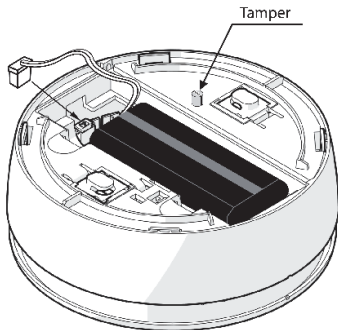

Figura 4
4. Abrir la tapa del compartimento de la batería y conectar el cable de la batería al conector de la batería (ver Figura 4).